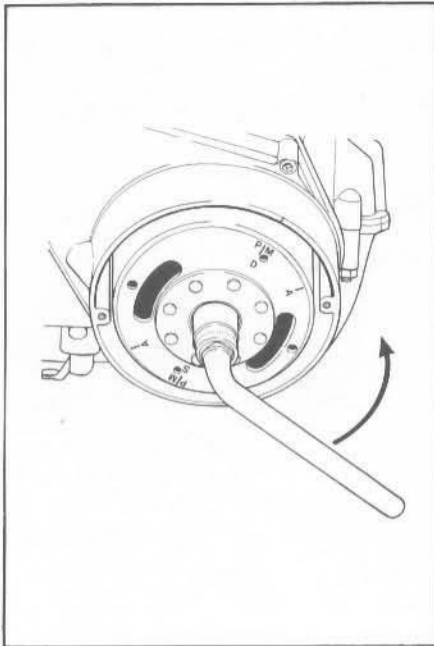

Fig. 31
ruotando il volano in senso antiorario con una chiave da 17 mm, fino a portare il segno marcato PM-D sul volano in corrispondenza con la tacca incisa sul carter (Fig. 31).
- 1) Place right piston at TDC: this is obtained by turning the flywheel clockwise with a 17 mm spanner until the mark PM-D on the flywheel coincides with the reference mark on the crankcase (Fig. 31).